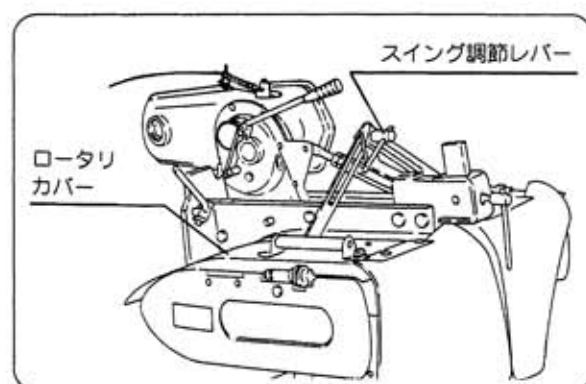

図28
2) ロータリカバーの調節 (図28)
- ① スイング調節レバーをゆるめて調節します。